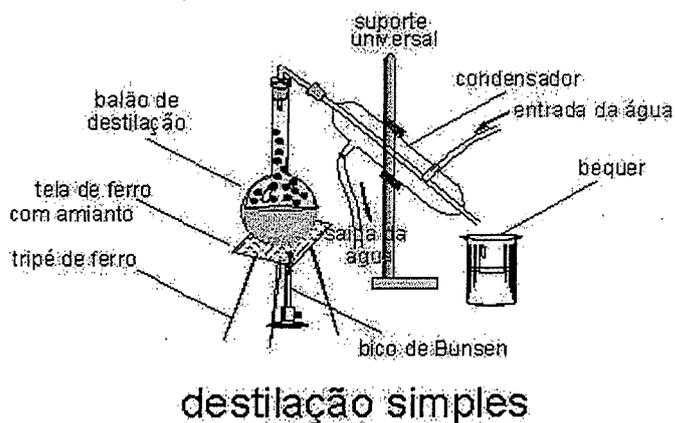

Figura 12.1. Equipamentos básicos para efetuar a destilação simples.
Destilação simples: é usado para separação de dois componentes de ponto de ebulição bem distintos. Trabalha-se em sistema aberto, pressão ambiente, Figura 12.1. Ex.: água destilada.
- Montar a aparelhagem para destilação simples: balão de destilação, condensador e frasco para coletar o destilado, Figura 12.1.